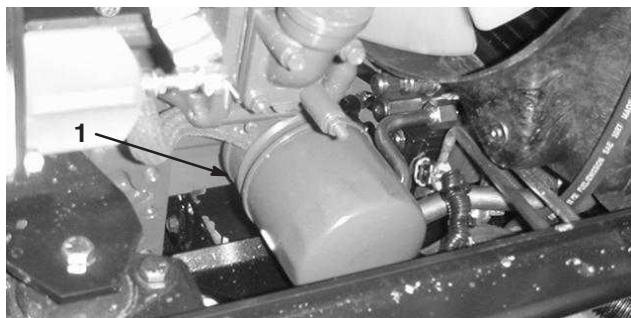

Bild 48
2. Entfernen Sie den Motorölfilter (Bild 48). Ölen Sie die neue Dichtung am Ölfilter leicht mit frischem Öl ein, bevor Sie den Filter eindrehen. **Ziehen Sie nicht zu fest.**